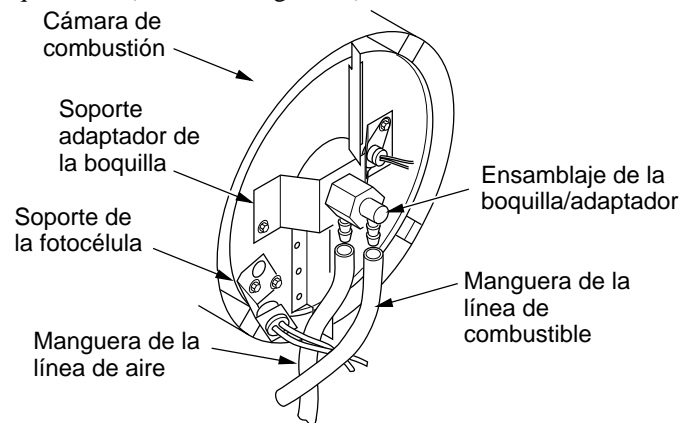

Figura 13 - Desmontaje de las mangueras de las líneas de aire y combustible
- Vuelva a colocar la fotocélula en el soporte para fotocélula. Dirija los alambres como se muestra en la figura 13.
- Desmonte las mangueras de las líneas de aire y combustible del ensamblaje de la boquilla (consulte la figura 13).